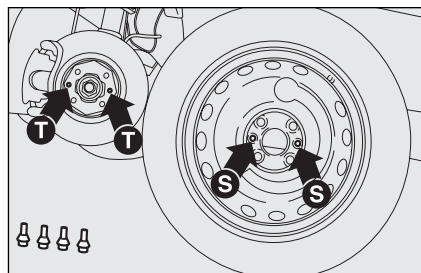

fig. 8
- ☐ monte la rueda de repuesto (más pequeña que una rueda normal) haciendo coincidir los orificios **S-fig. 8** con los espárragos de centrado **T**;
- ☐ monte la rueda normal de uso haciendo coincidir los orificios **S-fig. 8** con los espárragos de centrado **T** correspondientes;